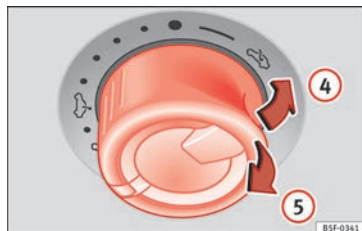

Fig. 12 Sur le toit intérieur : pousser ou tirer le bouton pour relever le toit et le fermer.
- Pivotement : poussez la commande en position »» fig. 12 ④. Pour obtenir une position intermédiaire, maintenez la commande enfoncée jusqu'à parvenir à la position souhaitée.
- Abaissement : tirez la commande vers la position »» fig. 12 ⑤. Pour obtenir une position intermédiaire, maintenez la commande enfoncée jusqu'à parvenir à la position souhaitée.